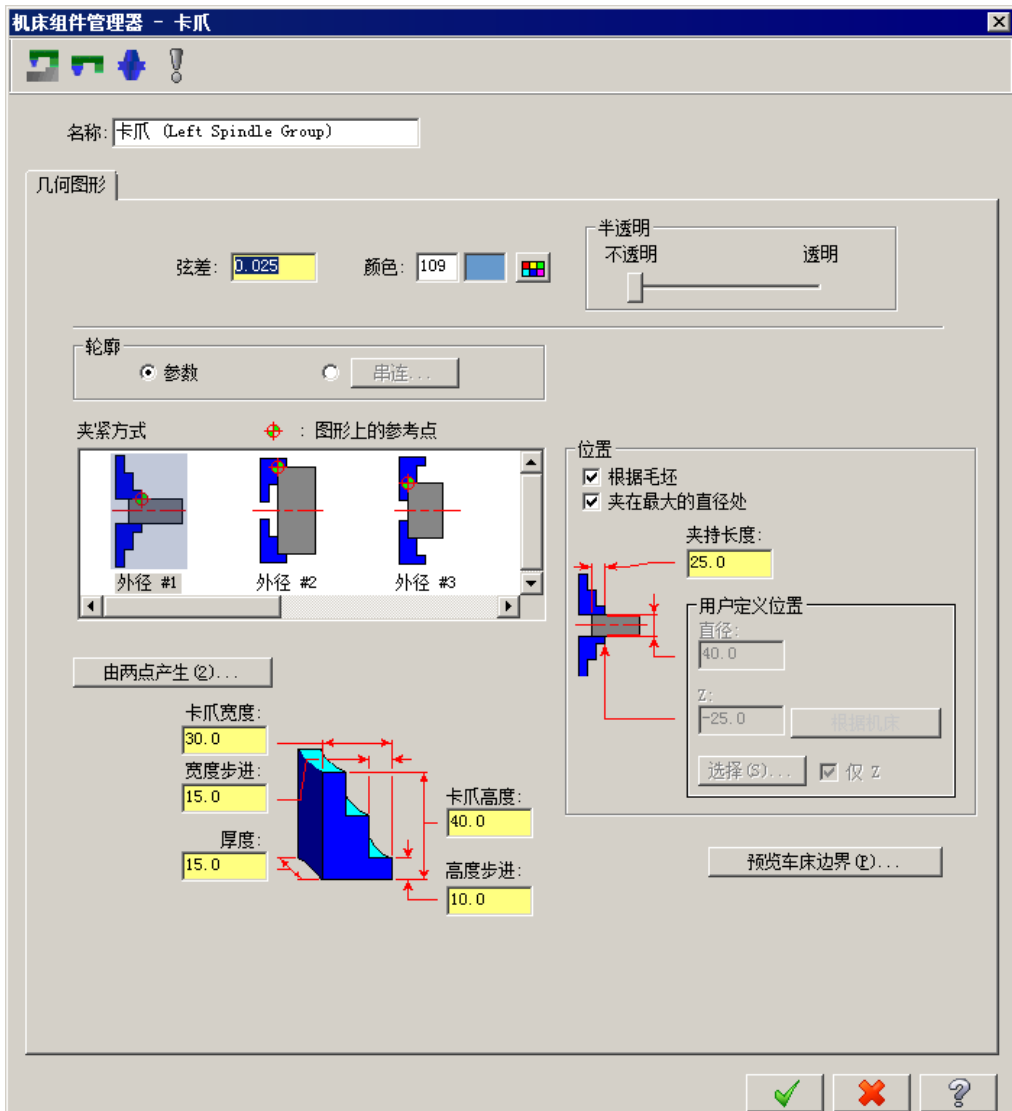
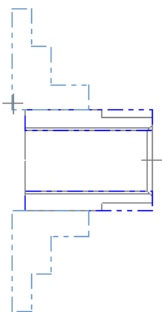

图 8.5.14 “机床组件管理器 - 卡爪”对话框
图 8.5.15 预览夹爪形状和位置
Step5. 设置夹爪的尺寸。在“机床组件管理器 - 卡爪”对话框中设置参数如图 8.5.14 所示。单击 **预览车床边界** 按钮查看夹爪，如图 8.5.15 所示；按 Enter 键，然后在“机床组件管理器 - 卡爪”对话框中单击 **✓** 按钮，系统返回到“机床群组属性”对话框。